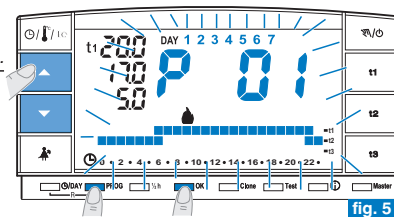

fig. 5
- Se invece, si vuole selezionare un altro programma (fig. 5) premere ad impulsi il tasto **PROG** (o i tasti ▲▼) sino alla visualizzazione sul display del programma desiderato (P02 inverno o P03 estate), quindi premere il tasto OK.